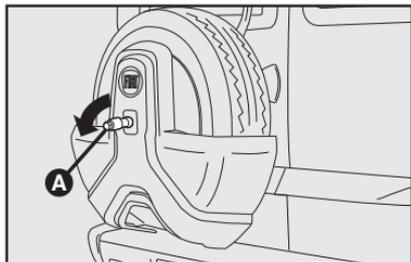

fig. 10
3) Encaixe a chave soquete **A-fig. 10** no mecanismo antifurto. Usando a chave de roda, girando-a no sentido anti-horário conforme a seta-**fig. 10**.